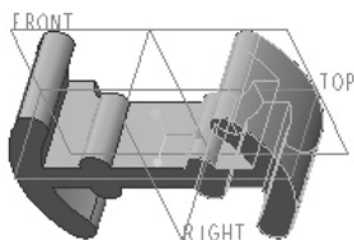

图 5-21 镜像选定特征
- 5 在“镜像”选项卡中单击“完成”按钮，完成第一次镜像操作，完成该镜像操作后得到的效果如图 5-21 所示。